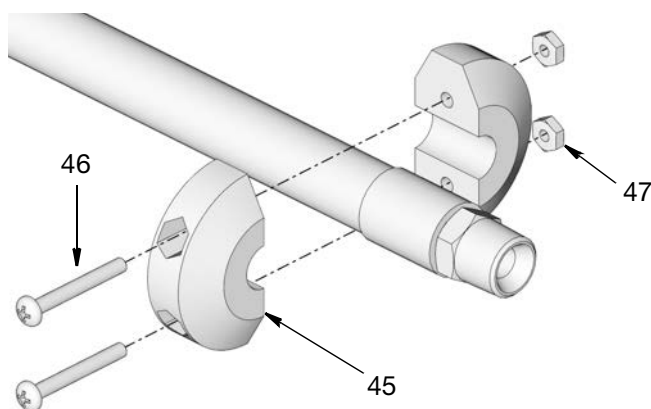

FIG. 7
5. Instale el tope de bola (45) cerca del extremo de la manguera usando tornillos (46) y tuercas (47). Apriete las tuercas hasta que los bordes exteriores del tope hagan contacto entre sí (FIG. 7).